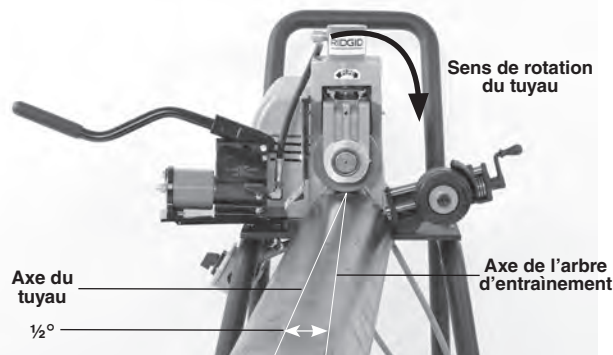

Figure 12 – Déport du tuyau de $\frac{1}{2}^\circ$ vers l'utilisateur (exagéré)
- Mettez l'interrupteur Marche/Arrêt en position Marche. Appuyez momentanément sur la pédale de commande. Vérifiez que le galet de rainurage tourne bien en sens horaire comme indiqué sur la rainureuse pour le sens de rotation du tuyau (Figure 12). Faites réviser l'appareil si sa rotation est inversée ou si sa pédale de commande n'assure pas sa fonction marche/arrêt.
7. Ramenez légèrement le tuyau et les porte-tubes d'environ $\frac{1}{2}^\circ$ vers l'utilisateur, soit d'un pouce par 10 pieds de longueur de tuyau. L'alignement du tuyau et de la rainureuse aidera à assurer le tracé approprié de la rainure en cours d'opération (Figure 12). Ceci est le déport nécessaire au rainurage des tuyaux en position REV et permet l'utilisation du stabilisateur.
- Augmentez légèrement le déport du tuyau (de $\frac{1}{2}^{\circ}$ à 1°) selon la Figure 12.